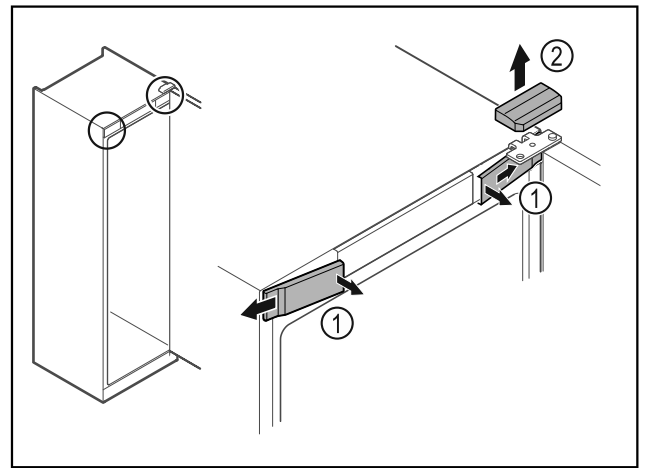

Fig. 8*
- ▶ Voorste afdekkingen Fig. 8 (1) binnen ontgrendelen en naar de zijkant toe verwijderen.*
- ▶ Bovenste afdekking Fig. 8 (2) naar boven toe verwijderen.*